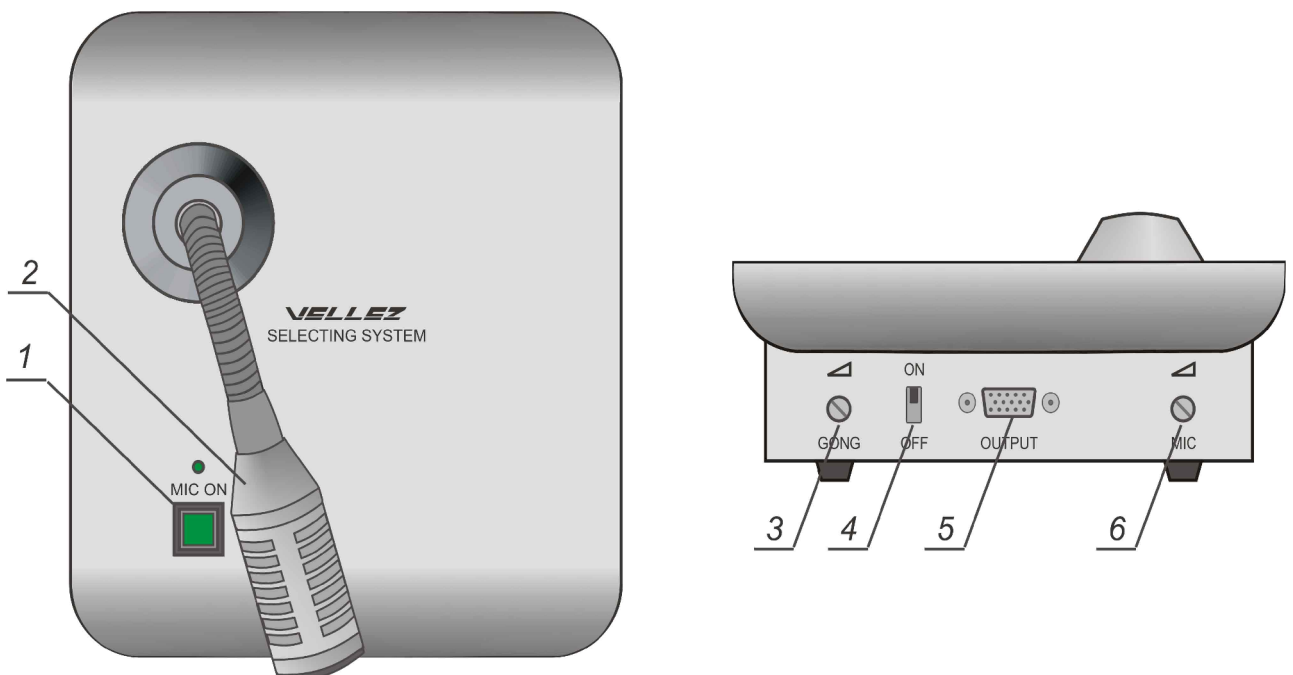

Рисунок 5
8.4 Размещение органов управления на пульте микрофонном ПМ-01 приведено на рис. 5.